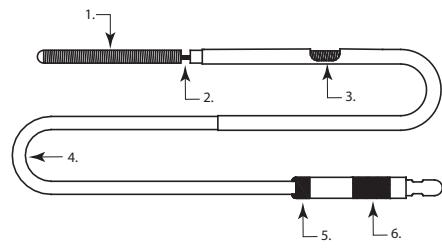

Figura 1
- Extraiga lentamente la bobina desmontable Axium™ Prime de la vaina introducitora sobre la palma de su mano, protegida con un guante, y busque irregularidades en la bobina y en la zona de desprendimiento. Es necesario realizar una inspección visual porque existe un posible riesgo de irregularidades. Si las hubiera, sustitúyala por otra bobina desmontable Axium™ Prime (consulte la Figura 1).